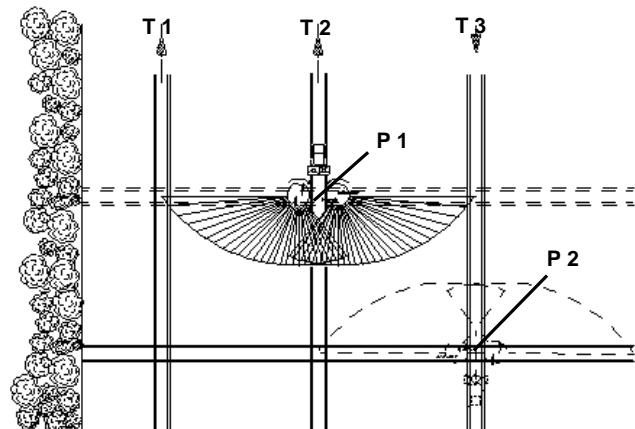

Рис. 52
**Открывайте заслонку** при "движении вперед" приблизительно в **точке P1** (Рис. 52), когда **распределитель** проходит 2-ю технологическую колею разворотной полосы (заштрихованная линия).
**Закрывайте заслонку** при "движении назад" в **точке P2** (Рис. 52), когда распределитель находится на уровне первой технологической полосы разворотной полосы.